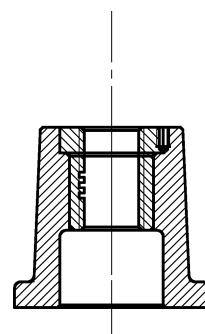

图 11-51 移动螺套结果
- 4) 选择“修改”面板→“移动”命令，选择螺套，沿轴线指定基准，利用捕捉“交点”的功能，选择底座孔轴线上的目标点，结束命令，绘制结果如图 11-51 所示。